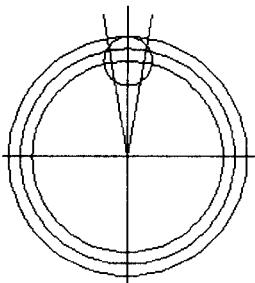

图 1-23
(4) 单击“绘图”|“直线”命令, 捕捉2条构造线的交点为起点, 分别以极坐标@30<80与@30<100画直线, 结果如图1-23所示。